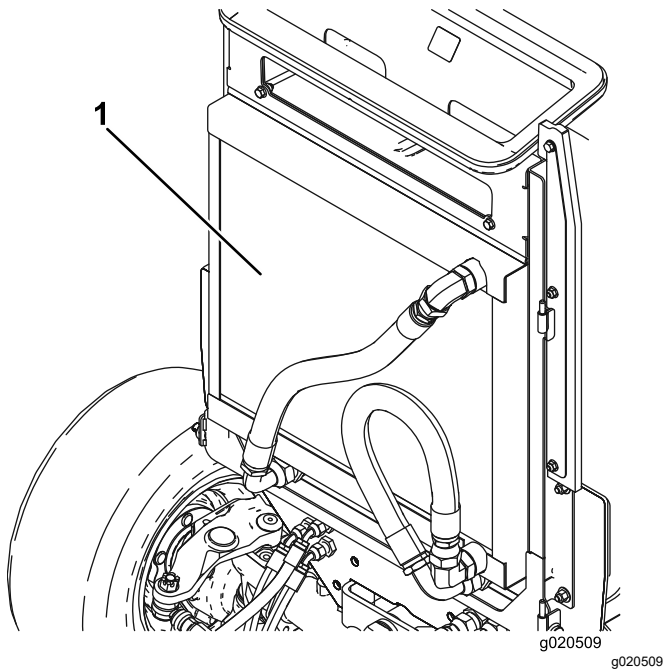

図 157
6. オイルクーラとラジエターの両方の裏表 **図 157**を圧縮空気ですべて丁寧に清掃する。前側から清掃を始め、車体後方に向けてごみを吹き飛ばす。その後、今度は後ろ側から前側に向かって吹きつけて清掃する。この作業を数回繰り返してごみやほこりを十分に落とす。